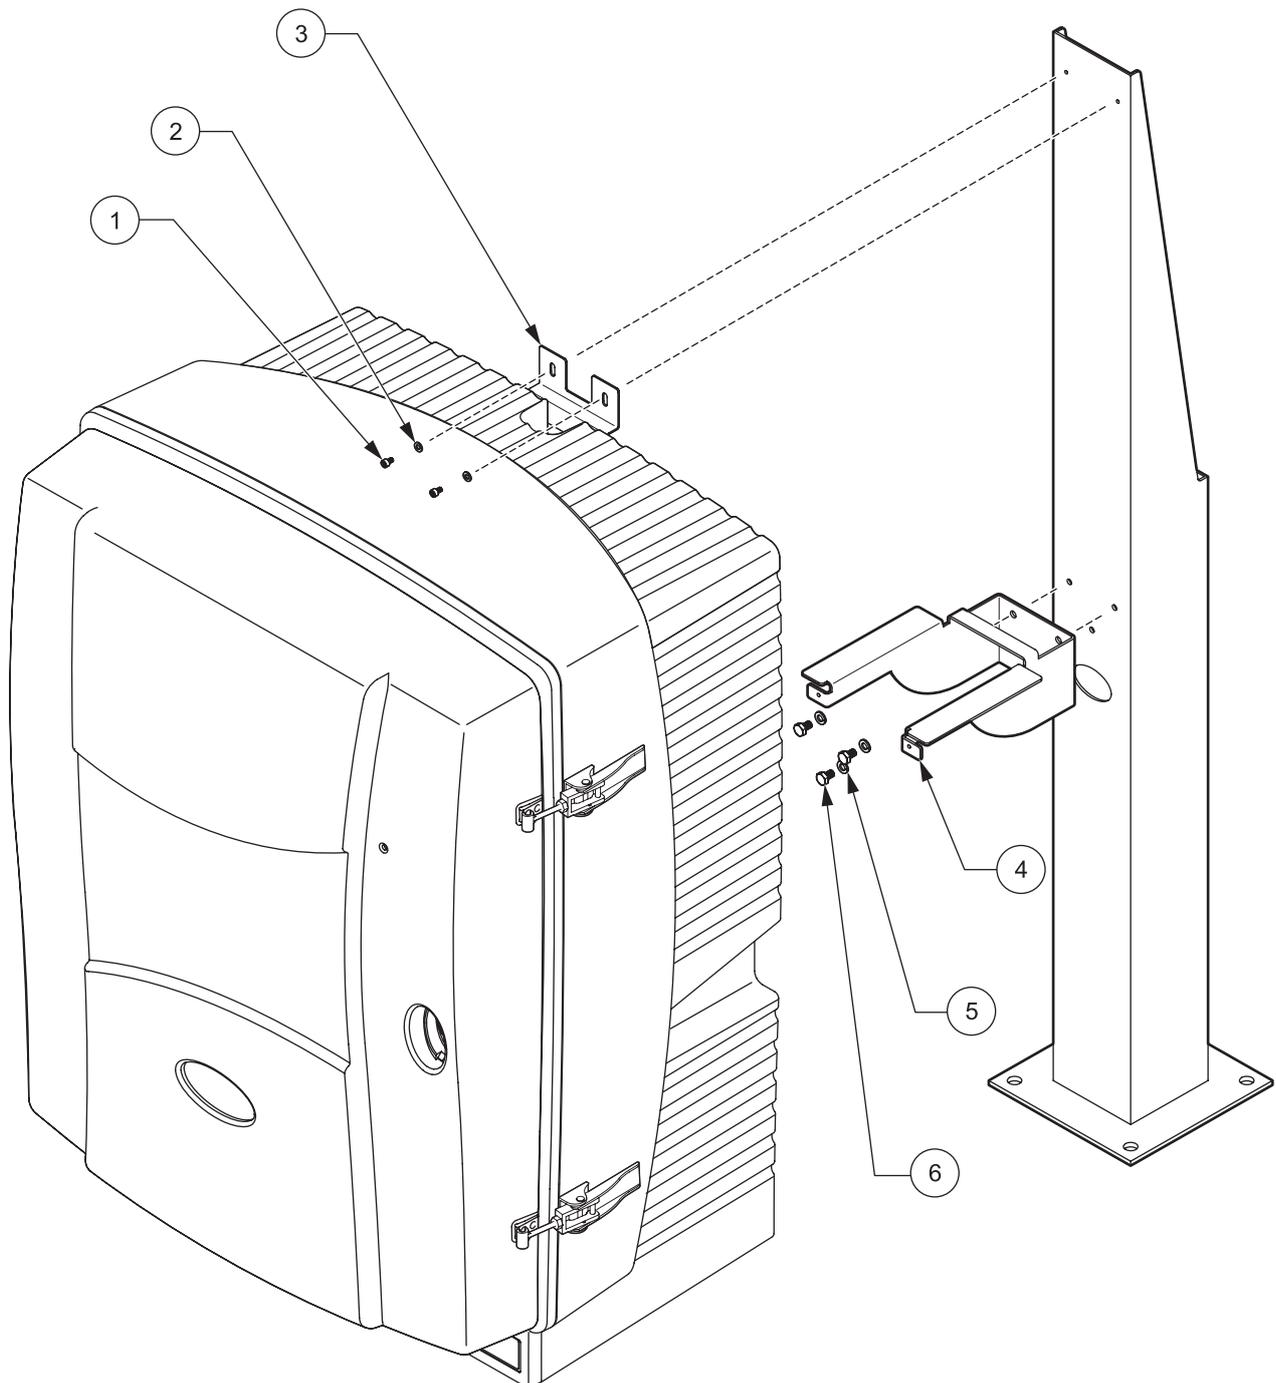

Abbildung 8 Montage des Analysegerätes an der Standsäule
4. Montieren sie die Konsole aus dem Lieferumfang des Analysegerätes mit den drei M8X12 Schrauben und Federringen an der Standsäule (siehe Abbildung 8 auf der Seite 9 und Betriebsanleitung des Analysegerätes, Kapitel Installation).
6. Verschrauben Sie den oberen Befestigungswinkel am Analysegerät mit der Standsäule (siehe Abbildung 8 auf der Seite 9 und Betriebsanleitung des Analysegerätes, Kapitel Installation).